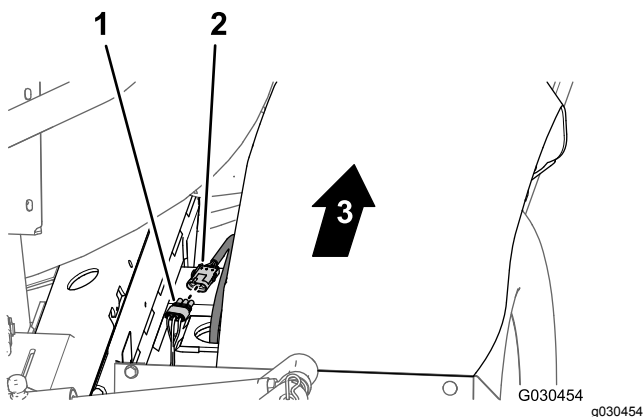

図 22
1. 機体後部右側フレームチューブと右側フェンダとの間で、後メインハーネスの3ソケットコネクタから、速度センサーハーネス右側油圧走行モータにあるの3ピンコネクタを外す 図 22。